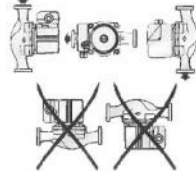

рис. 3
2. Расположение мотора должно быть строго как на рисунке. (рис. 3)